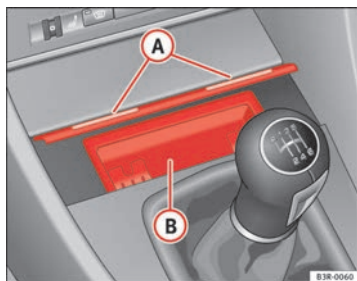

Fig. 124 Console centrale : cendrier ouvert
- Appuyez légèrement sur la moulure avant du cendrier (A) ⇒ fig. 124.
- Saisissez le boîtier du cendrier (B) ⇒ fig. 124 par les échantures latérales et sortez-le en le tirant vers le haut.